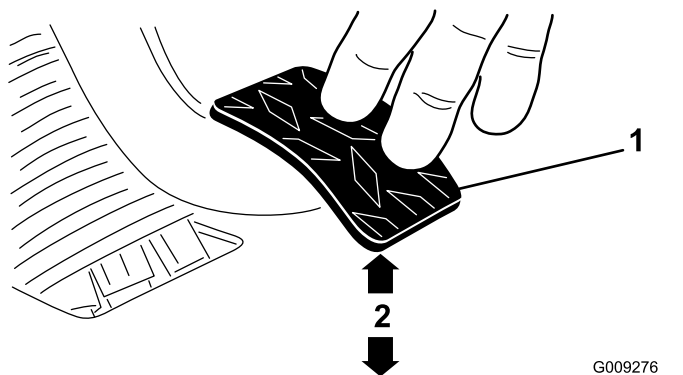

Figura 60
3. Ajuste las contratuercas o la articulación esférica hasta que el borde trasero del pedal del embrague esté a 9,2–9,8 cm del borde superior del dibujo a rombos de la chapa de suelo al aplicar una fuerza de 1,8 kg al pedal (Figura 60).